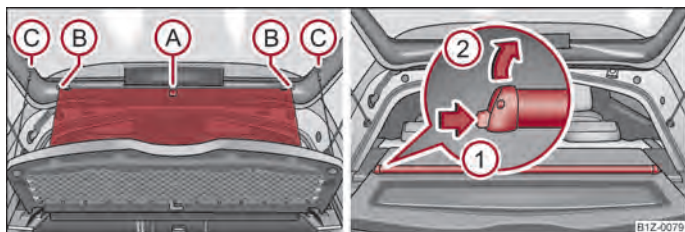

Fig. 36 Dérouler/déposer le store pare-soleil
- Extrayez le pare-soleil de la boucle (A) et accrochez-le aux supports (B) → fig. 36.